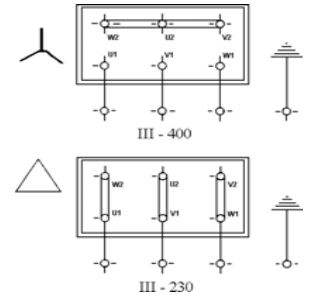

Figura 3 : Conexiones eléctricas
La protección del sistema se realizará con un interruptor diferencial (Ifn = 30 mA.). Si tiene que funcionar al aire libre, el cable de alimentación debe corresponder a la norma CEE(2) o bien al tipo H07 RN-F según VDE 0250. En los esquemas de la figura 3 se facilitan una correcta conexión eléctrica.